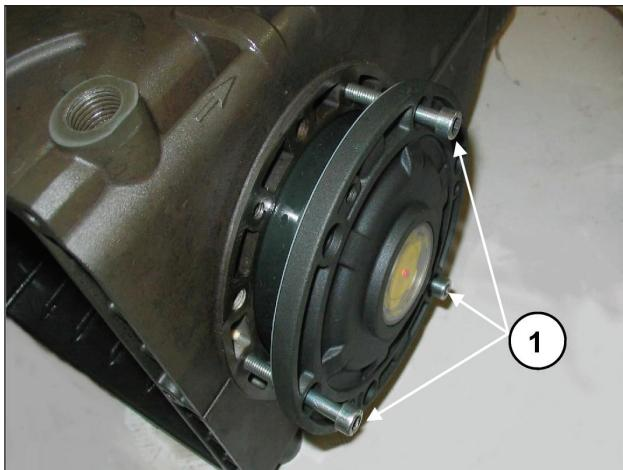

Рис. 8
Для упрощения ввода первого участка и установки крышек на картер рекомендуется использовать 3 винта M6 x 40 с неполной резьбой (Рис. 8, поз. ①), а затем завершить операцию винтами (M6x18) из комплекта поставки.
Для приближения обеих боковых крышек к картеру можно использовать 3 винта M6x40 для первоначального ориентирования, как показано на Рис. 8, а затем уже винты, предусмотренные для окончательного крепления.